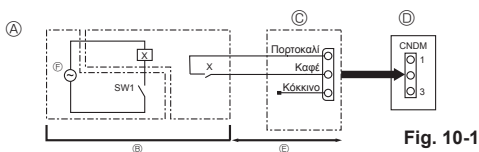

Fig. 10-1
10.1. Λειτουργία με χαμηλότερα επίπεδα θορύβου (επιτόπου τροποποίηση)(Fig. 10-1)